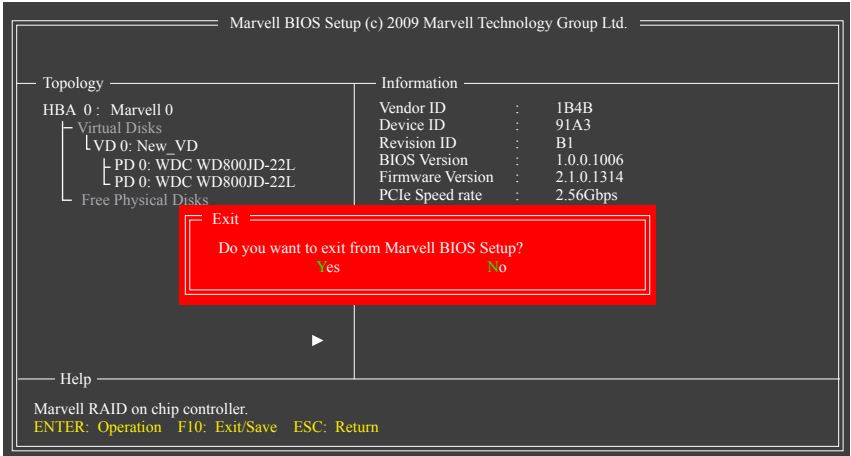

図 7
7. 設定を保存し、終了します。RAID設定を完了した後設定画面を終了する前に、メイン画面で<F10>を必ず押してください。<Y>を押して確認するか、<N>を押してキャンセルします (図7)。